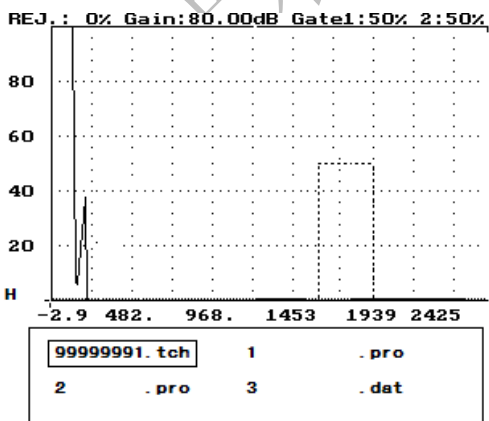

图 26-2
- 5、按进入键——进入文件删除功能，屏幕上将显示出所有存储在仪器内的各种文件名，并且在第一个文件名编号上有一“□”光标，如图 26-2 所示。